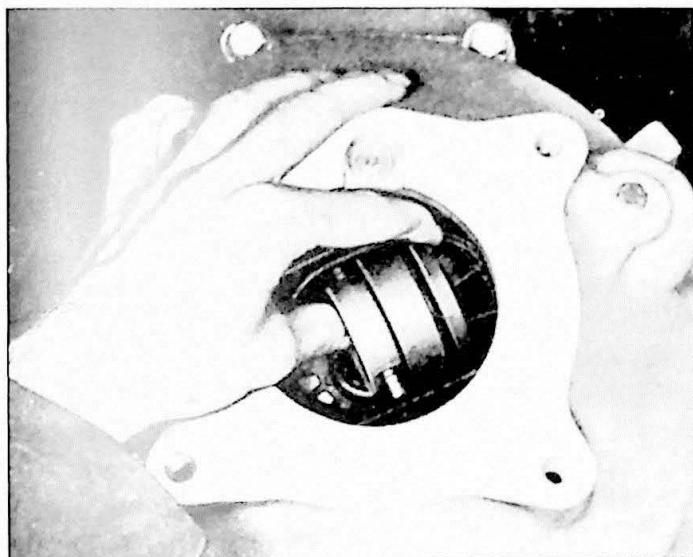

Fig. 5.7. Demontage van het druklager
3. Verwijder het druklager (Fig. 5.7)
3. Neem het druklager weg (Fig. 5.7). Haak de koppelingskabel uit de koppelvork. Maak de buitenkabel los.